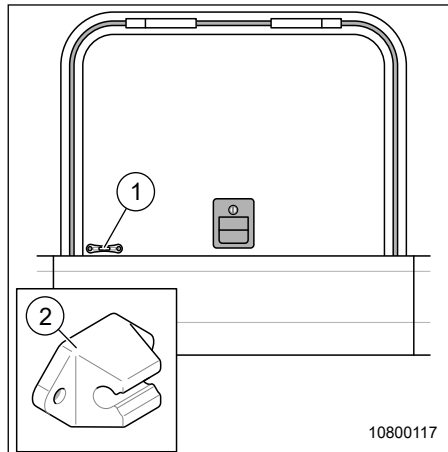

Fig. 35 Porte manipulable à une main
2. Ouvrir la porte de soute et pousser le point d'encliquetage (Fig. 35, pos. 1) dans le support (Fig. 35, pos. 2).
1. Tirer la porte hors du support (Fig. 35, pos. 2) et la fermer.